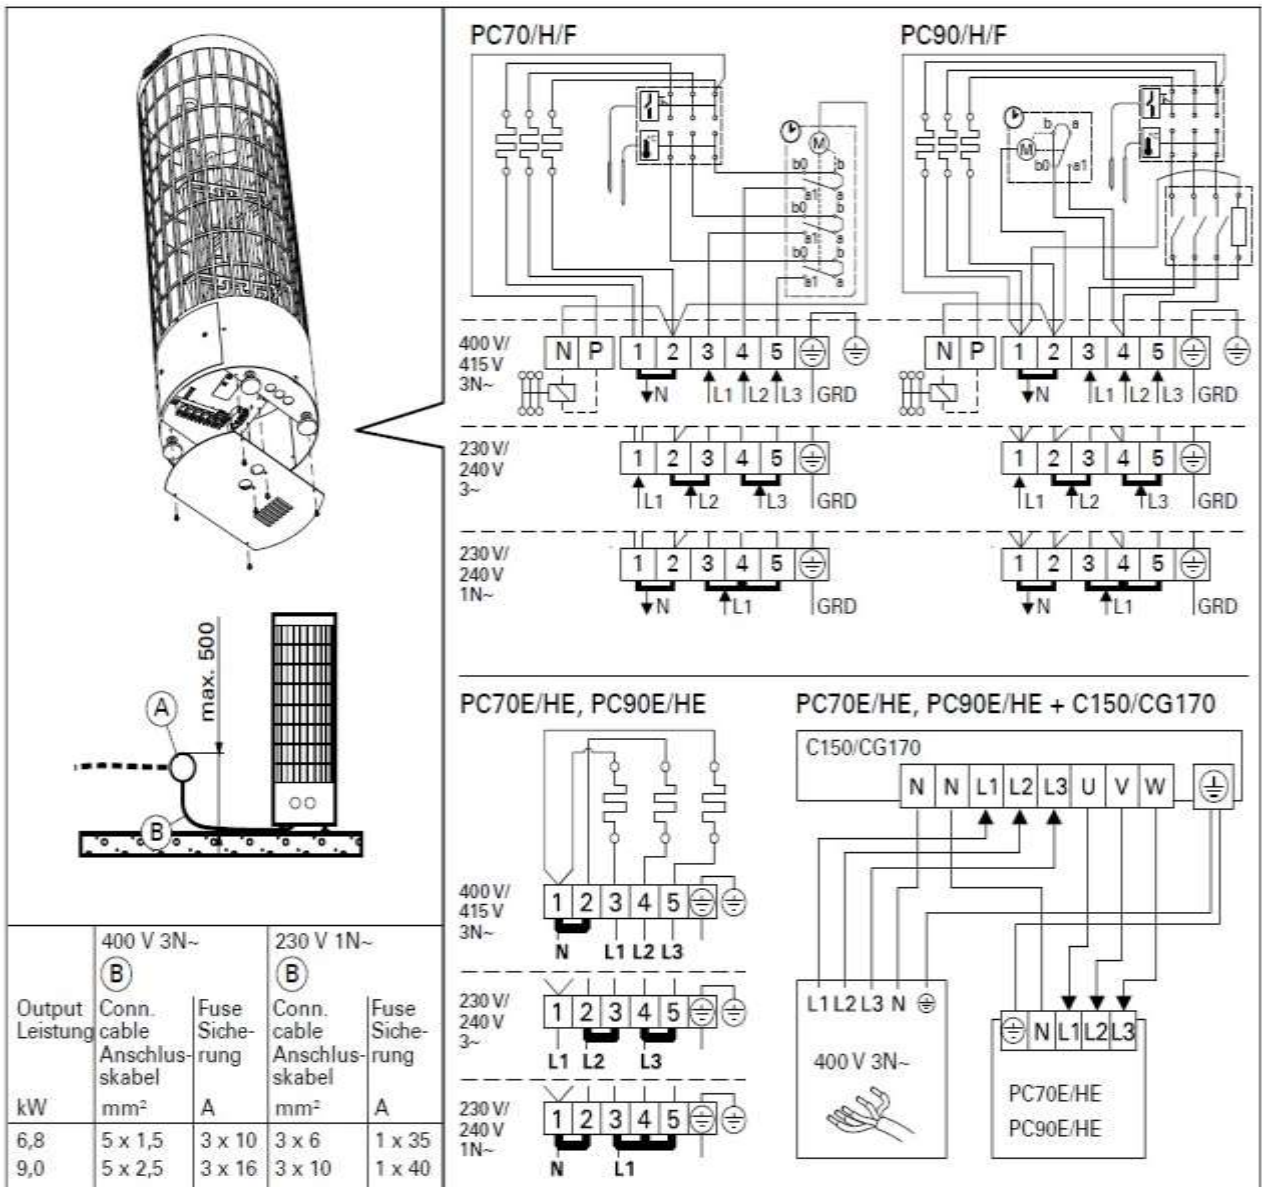

Figura 7: Conexiunile electrice
- Soba pe jumătate fixată se conectează la rețeaua electrică prin cutia de distribuție montată pe peretele cabinei de saună (Figura 7: A). Cutia de distribuție să fie protejată împotriva stropirii cu apă și distanța de înălțime de la nivelul pardoselii să nu depășească 500 mm.
- Cablul de alimentare electrică (Figura 7: B) folosit trebuie să fie cablu siliconat de tip H07RN-F sau similar cu acesta.
- Pe lângă conexiunile de alimentare, sobele PC/-H/-F sunt prevăzute și cu conexiuni electrice (P) ce fac posibilă comanda electrică (Figura 7). În stare pornită reglarea tensiunii se face prin această conexiune, în loc de sobă. Cablul electric al panoului de comandă a încălzirii electrice intră direct în cutia de ramificare de pe sobă, iar de acolo, împreună cu un cablu de cauciuc având dimensiuni identice cu cele ale cablului de conexiune, la borna în serie a sobei.